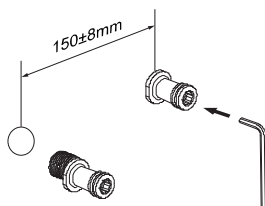

Figura 2
b) Envuelva la cinta de teflón en sentido contrario a las agujas del reloj en la rosca del extremo G1/2 del conector curvo ⑪, conéctelos a las salidas de agua caliente y fría con una llave. Deje una profundidad adecuada fuera de la pared y ajuste la distancia entre los 2 conectores según la anchura de la entrada en la barra de ducha termostática (Figura 2).